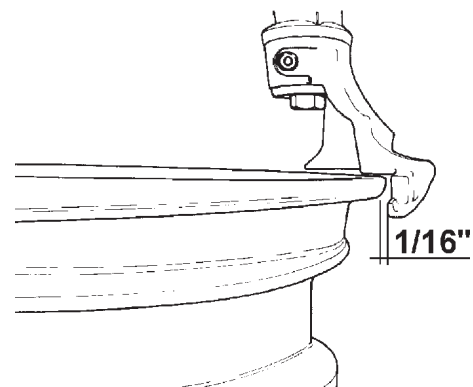

Fig. 4.1-4
**E.** Mettre l'outil en contact avec le bord de la jante et le bloquer: l'outil s'éloigne automatiquement du bord de la jante en sens vertical. Tourner la poignée de réglage jusqu'à ce que l'outil s'éloigne du bord de la jante à peu près de 1/16" (2mm): cela est nécessaire pour éviter des dommages à la jante. (Fig. 4.1-4). al: